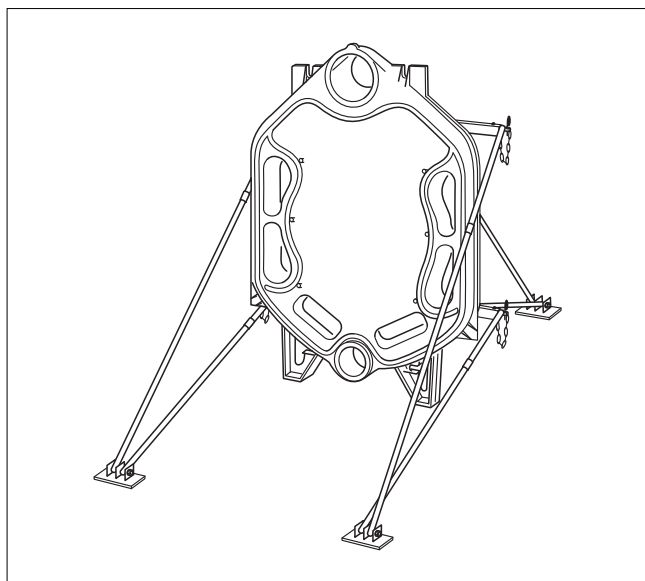

Рис. 7 Задняя секция с установленным монтажным комплектом
- ▶ Крепите секции котла от опрокидывания при помощи монтажного приспособления (дополнительный заказ). Сначала задняя секция крепится к монтажному приспособлению (→ рис. 7).
- ▶ Установите заднюю секцию и при помощи монтажного приспособления закрепите её от опрокидывания (→ см. рис. 7 а также отдельную инструкцию по использованию монтажного приспособления).